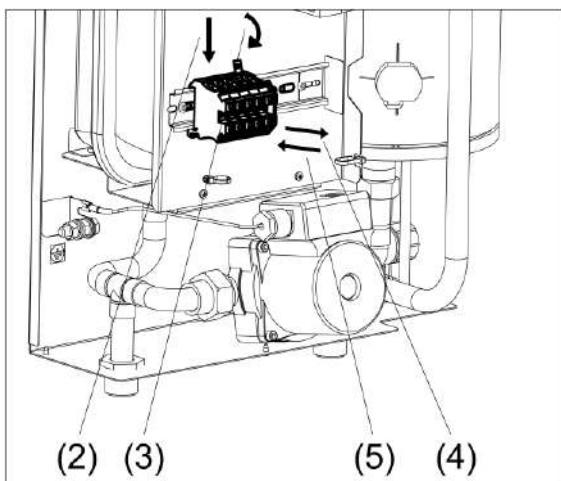

Рисунок 19. Замена винтовых клеммных колодок
- (1) Отсоедините все провода от колодки, которую требуется заменить (см. рис. 19);
- (2) Нажмите плоской отвёрткой на "язычок" колодки;
- (3) Чуть поверните колодку в сторону;
- (4) Снимите колодку с DIN-рейки;
- (5) Поставьте новую колодку на DIN-рейку взамен прежней;
- (6) Подсоедините к новой колодке отсоединеные провода.